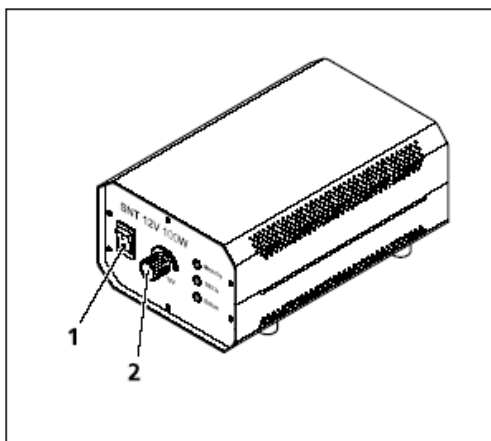

图4-10 用于 HAL 100 的外部辅助电源
(2) 使用设备
(3) 校准反射明视场
- 打开独立辅助电源（图4-10/1），启动卤素灯 HAL 100。
- 使用辅助电源上的控制旋钮调节光强度（图4-10/2）。